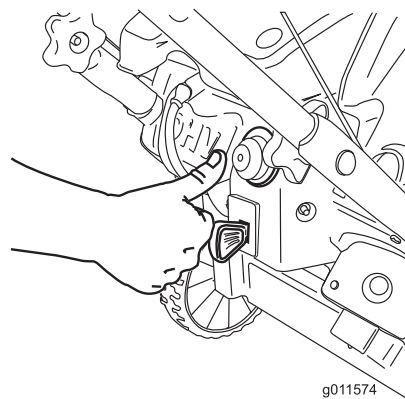

Figura 18
3. Con il pollice spingete 2 volte l'iniettore con forza, tenendolo premuto ogni volta per un secondo prima di lasciarlo andare (Figura 18).